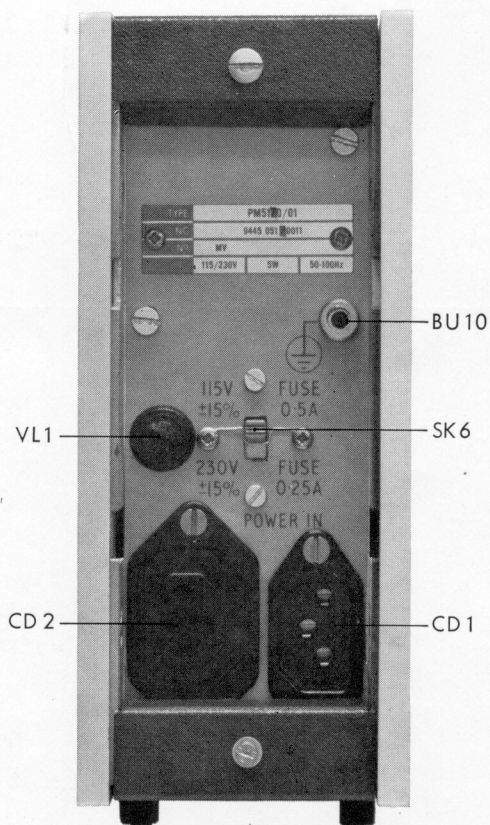

Fig. 4. Vue arrière
A. ADAPTATION A LA TENSION SECTEUR LOCALE (fig. 4)